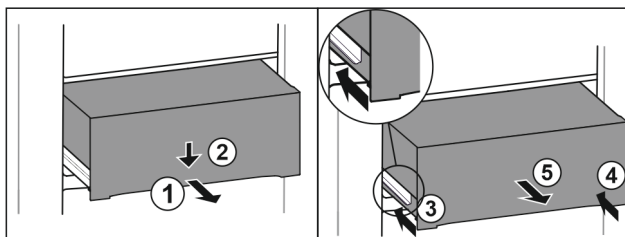

Fig. 128
- Extrageți pe jumătate sertarul. Fig. 128 (1)
- Apăsați în jos sertarul pe partea frontală. Fig. 128 (2)
- Inșerați șina stângă aproximativ 2 cm. Fig. 128 (3)
- Inșerați șina dreaptă aproximativ 2 cm. Fig. 128 (4)
- Extrageți sertarul spre înainte. Fig. 128 (5)